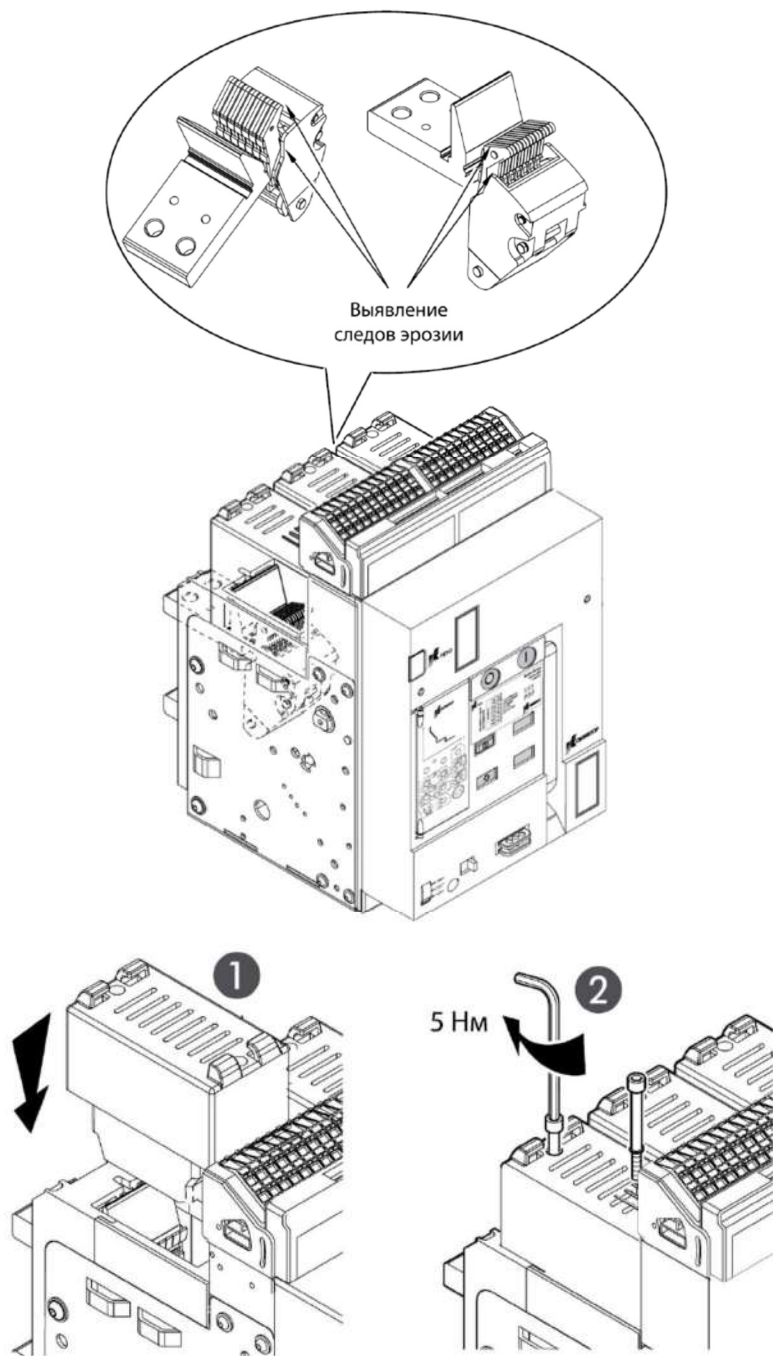

Рисунок 36 – Проверка состояния контактов
7.2.2 Проверить состояние контактов. Для этого нужно открыть крышку дугогасительной камеры и проверить контакты на наличие следов эрозии (рисунок 36).